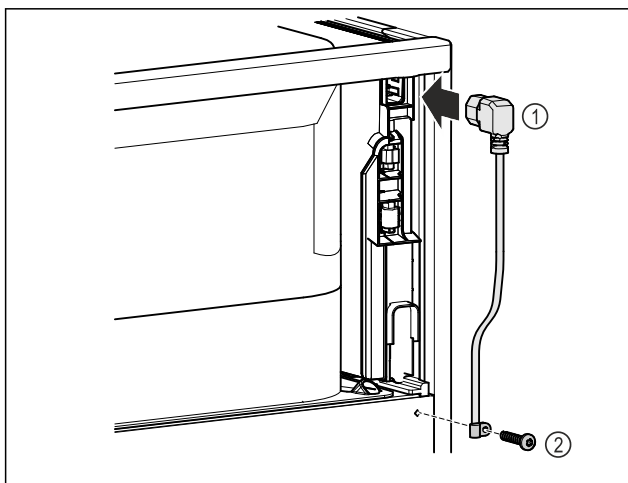

Fig. 8
- ▶ Kaltgerätebuchse der Netzanschlussleitung Fig. 8 (1) auf der Rückseite des Gerätes einstecken.
- ▶ Zugentlastung montieren. Fig. 8 (2)